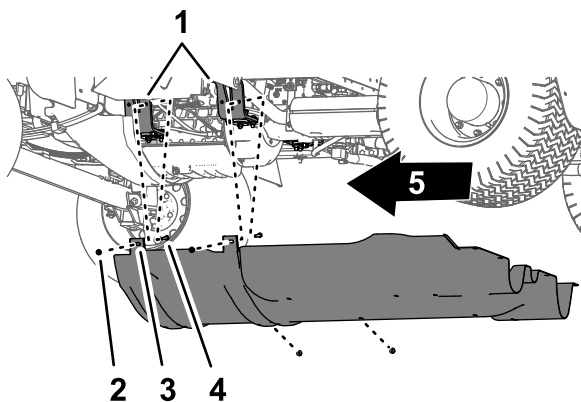

Bild 60
2. Nehmen Sie die vier Sicherungsbundmutter (5/16") von den Schrauben und der Schlossschraube ab, mit denen die Befestigungsnasen der Fahrwerkabdeckung an den Befestigungshalterungen des Motors der Maschine befestigt sind (Bild 60).
- Nehmen Sie die Fahrwerkabdeckung von der Maschine ab (Bild 59 und Bild 60).
- Fluchten Sie die Fahrwerkabdeckung mit dem unteren Chassis der Maschine aus, siehe Bild 60 in Entfernen der Fahrwerkabdeckung (Seite 54).
- Schieben Sie die Befestigungsösen der Fahrwerkabdeckung über die Schrauben und die Schlossschraube an den Motorbefestigungshalterungen der Maschine, siehe Bild 60 in Entfernen der Fahrwerkabdeckung (Seite 54).
- Befestigen Sie die Fahrwerkabdeckung mit den vier Sicherungsbundmutter (5/16"), die Sie in Schritt 2 von Entfernen der Fahrwerkabdeckung (Seite 54) entfernt haben, an den Befestigungshalterungen des Motors (Bild 60).